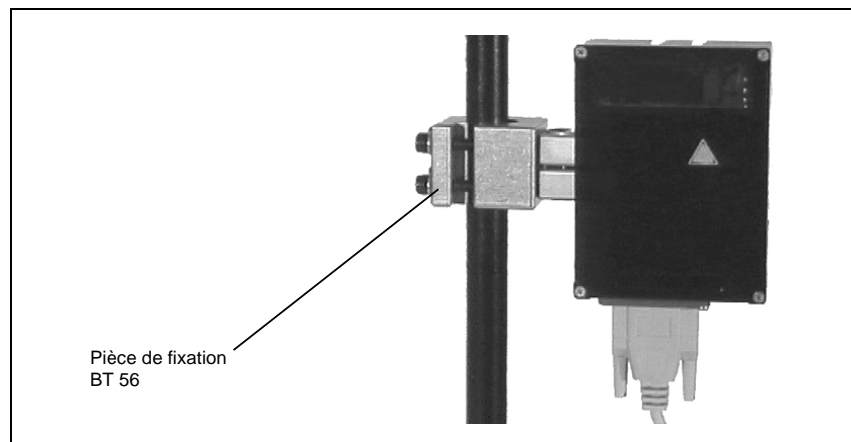

Figure 6.2 : Exemple de fixation du BCL 40 autonome
- à l'aide des encoches en queue d'aronde en utilisant l'accessoire de montage approprié (voir figure 6.2)